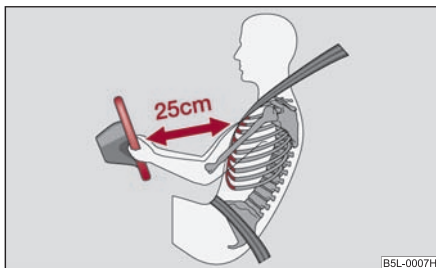

Fig. 119 Bonne distance par rapport au volant
- Le conducteur doit être au minimum à 25 cm du volant ⇒ fig. 119. Les airbags ne peuvent pas vous protéger si vous en êtes plus près – danger mortel!